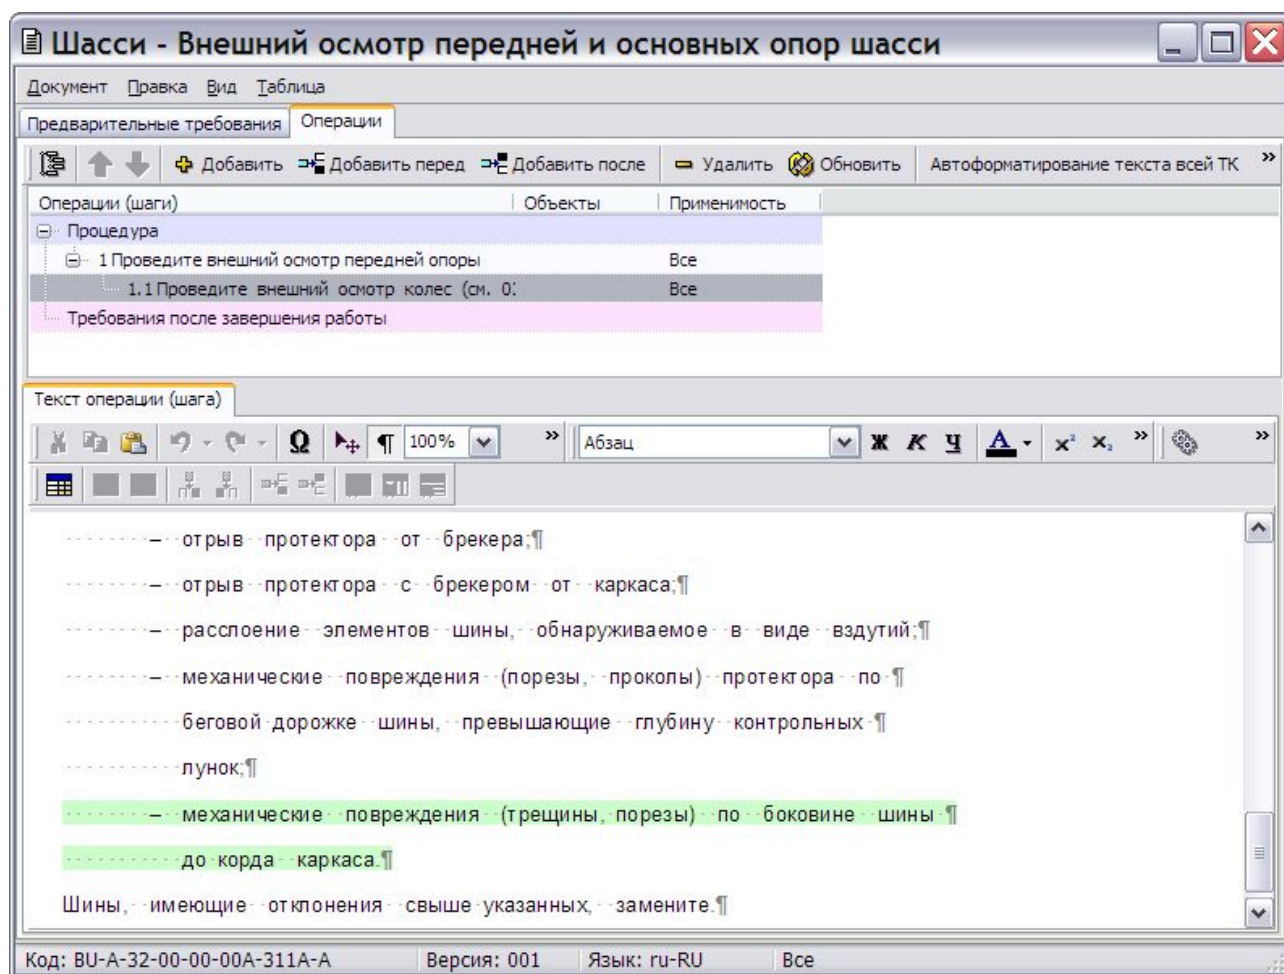

Рис. 10.34
3. Выделите версию модуля данных и нажмите на кнопку . При этом откроется окно редактора техкарт (Рис. 10.34).
Применимость для содержимого техкарты на вкладке **Текст операции (шага)** указывается так же, как в редакторе описательного модуля данных (см. раздел 10.3.1 «Указание применимости для содержимого описательного модуля данных»). Имеется возможность указать применимость для операции (шага), для части текста операции (шага), для объекта или для части объекта. Для указания применимости всей операции (шага) используйте пункт контекстного меню **Применимости**, для указания применимости части текста, объекта и т.п. используйте кнопку **Выбрать применимость**  на панели инструментов. На Рис. 10.34 показан пример с указанной применимостью для части текста шага.